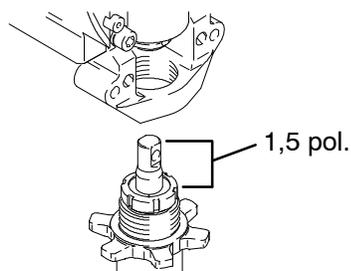

Fig. 18
1. Fig. 18. Puxe a biela para fora cerca de 4 cm. Aperte a bomba até que os orifícios na ligação em cruz dos mancais e a biela fiquem alinhados.